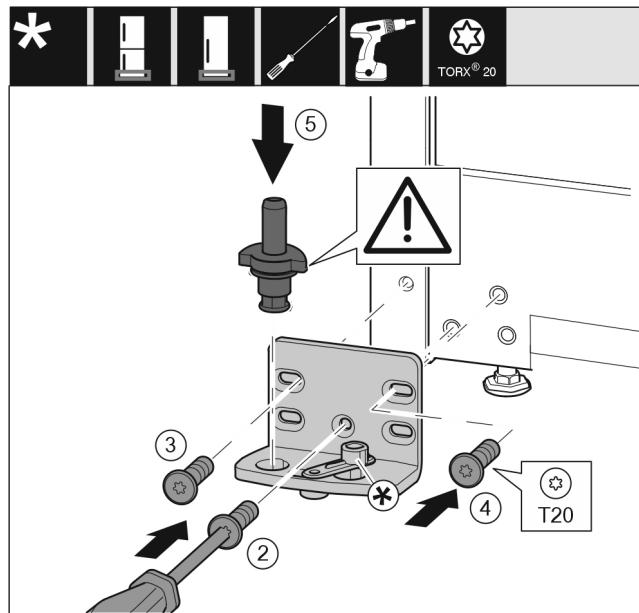

Fig. 16
- Установите опорный кронштейн с другой стороны и прикрутите с помощью отвертки T20. Начинайте с винта 2 снизу в центре. Fig. 16 (2)
- Затяните винты 3 и 4. Fig. 16 (3,4)
- Установите опорный палец в сборе. При этом следите за тем, чтобы выступ фиксатора был направлен назад. Fig. 16 (5)